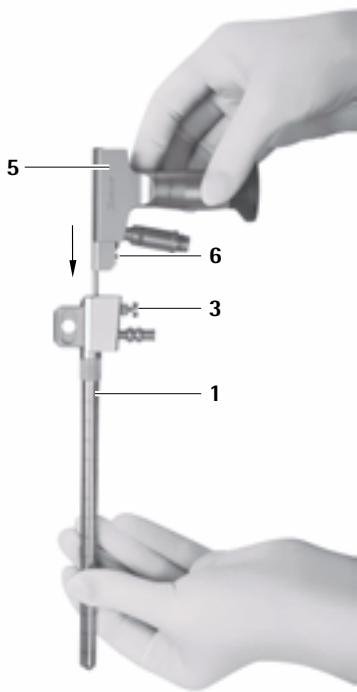

Fig. 2
- Bloccare l'endoscopio 5 nel trocar MINOP inVent 1, vedere Fig. 2.